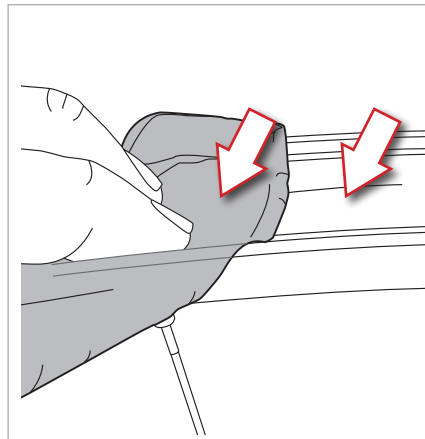

Abb.2
- Mit einem Tuch und Isopropylalkohol die gesamte Innenfläche der mittleren Nut und an den Innenseiten der Felge, wo die Reifenwulste zum Aufliegen kommen, sorgfältig reinigen und entfetten (Abb. 2).